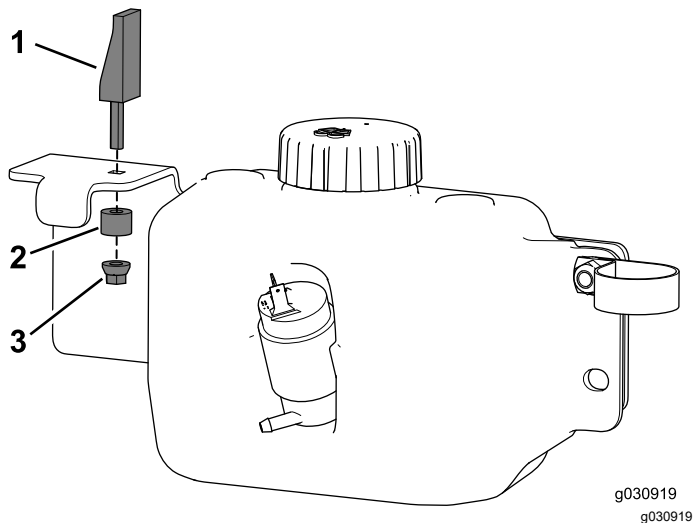

Bild 45
- Montieren Sie den Ausdehnungsriegel an der Behälterbefestigung (**Bild 45**).